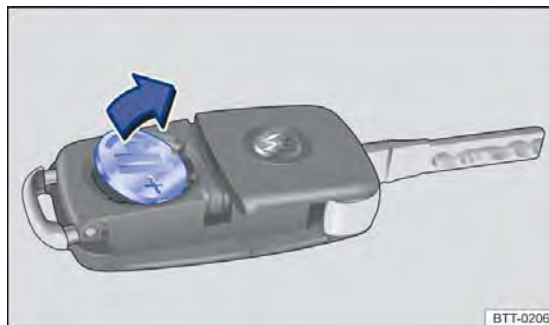

Fig. 24 Chave do veículo com comando remoto: remover a bateria.
- Remover a bateria do alojamento da bateria com uma ferramenta adequada → Fig. 24.
- Posicionar a nova bateria conforme indicado → Fig. 24 e pressionar no sentido contrário ao da seta para dentro de alojamento da bateria → ①.